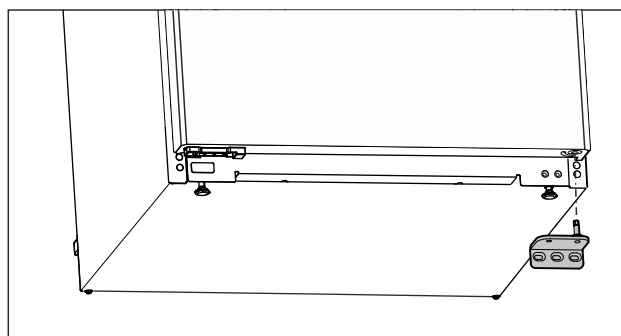

Fig. 16
- Retirer le support de palier vers le bas. (voir Fig. 16)